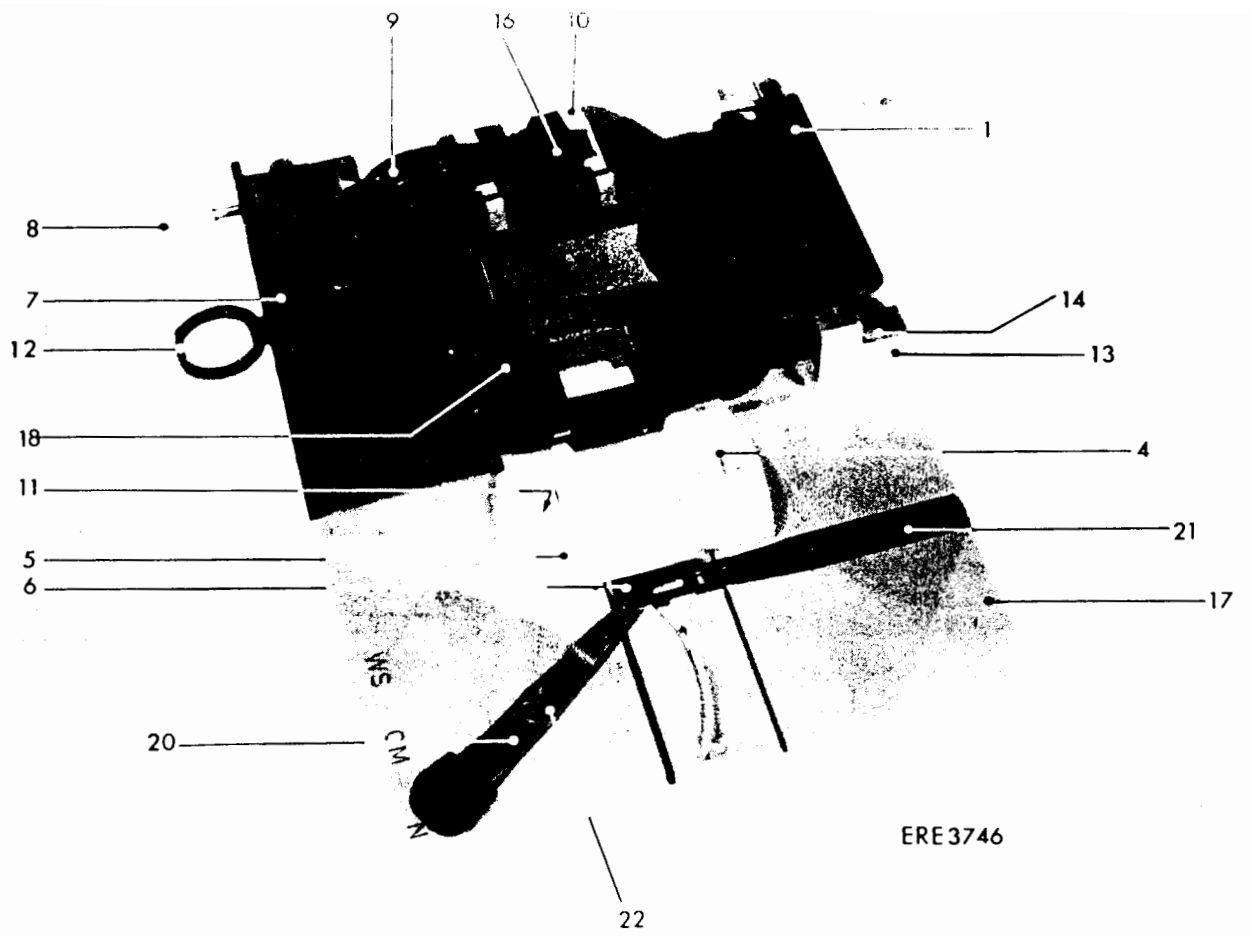

Fig. 1
- . L'ouverture de la fenêtre avec la plaque de la fenêtre pour film de 35 mm est représentée fig. 1 et 2 et pour 70 mm fig. 3 et 4. Ouverture de fenêtre pour 35 mm complète no. de commande 4822 693 50073 Ouverture de fenêtre pour 70 mm complète no. de commande 4822 693 50074
- . El marco de la ventanilla con la placa de ventanilla para película de 35 mm es representado en la fig. 1 y 2, para 70 mm esto es demostrado en la fig. 3 y 4.
- . The construction of this oil damper is shown in Fig. 1 and the complete lifting mechanism is shown in Fig. 4.